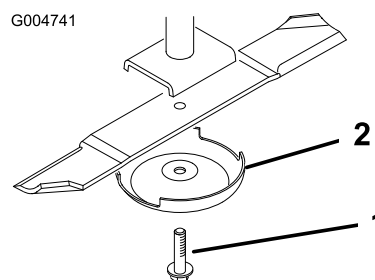

Figure 24
3. Enlevez le boulon, la coupelle de protection et la lame de l'axe de pivot (Figure 24).